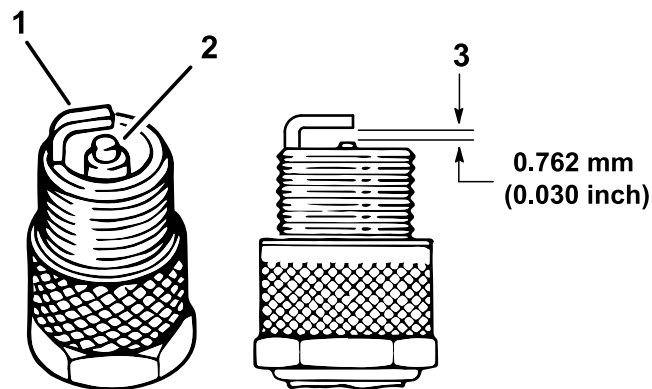

図 40
4. 電極 (側面と中央) と碍子の状態を点検する (**図 40**)。
5. **図 40**のように、電極間のエアギャップを 0.76 mm に調整する。